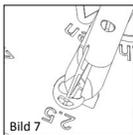
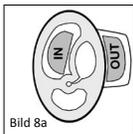

Bild 7
Bild 8a
■ **Bild 7/8** För slutning av huvudplattan måste titan-slutningstången (REF 8000137) användas! Med förslutningstången (REF 8000 137) rätas bygeln ut inuti proteshuvudplattan, varvid huvudplattan fixeras vid protesens skaft (Bild 7). Därvid ska man se till att förslutningstångens rätta skänkelsida ligger an mot motsvarande position på protesens huvudplatta. "INSIDE" för huvudplattans innersida och "OUTSIDE" för huvudplattans ytersida (Bild 8a, 8b).